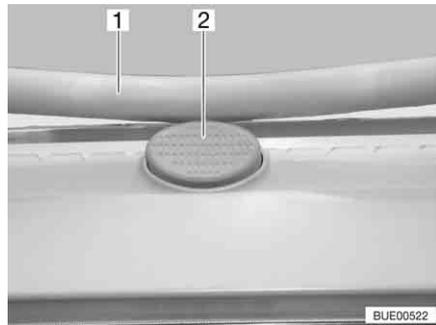

Fig. 90 Botão de segurança na clarabóia Heki
- Prima o botão de segurança (Fig. 90,2) puxando para baixo o arco (Fig. 90,1) com ambas as mãos.
- Empurre com ambas as mãos o arco para cima, até o arco ficar por cima do botão de segurança (Fig. 90,2).